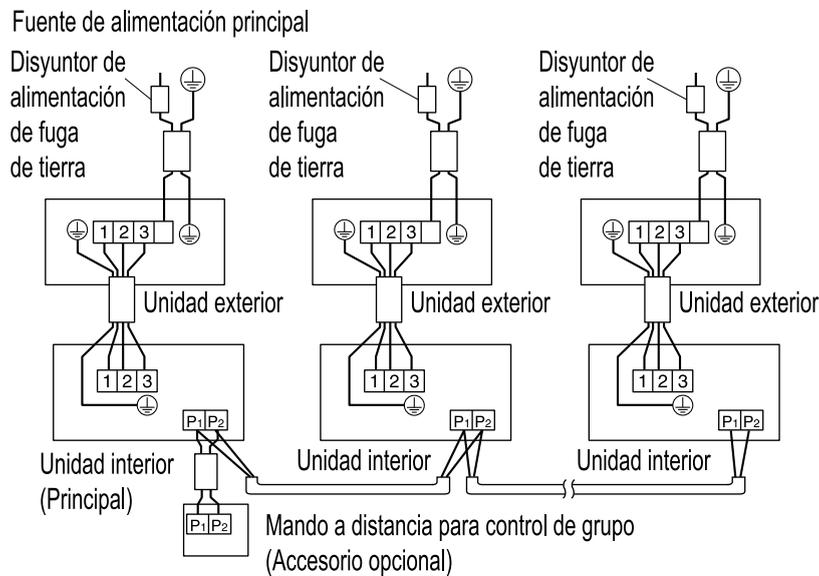

Fig. 35
- **Control de grupo:** 1 controlador remoto controla hasta 16 unidades interiores (Todas las unidades interiores funcionan de acuerdo con el controlador remoto). (Refiérase a la Fig. 35)
- (1) Retire la tapa de la caja de control. (Consulte "9. CONEXIÓN DEL CABLEADO Y EJEMPLO DE CABLEADO".)
- (2) Realice un puente entre los terminales (P1 y P2) en el interior de la caja de control para el mando a distancia. (No hay polaridad). **(Consulte la Fig. 35 y la Tabla 3)**